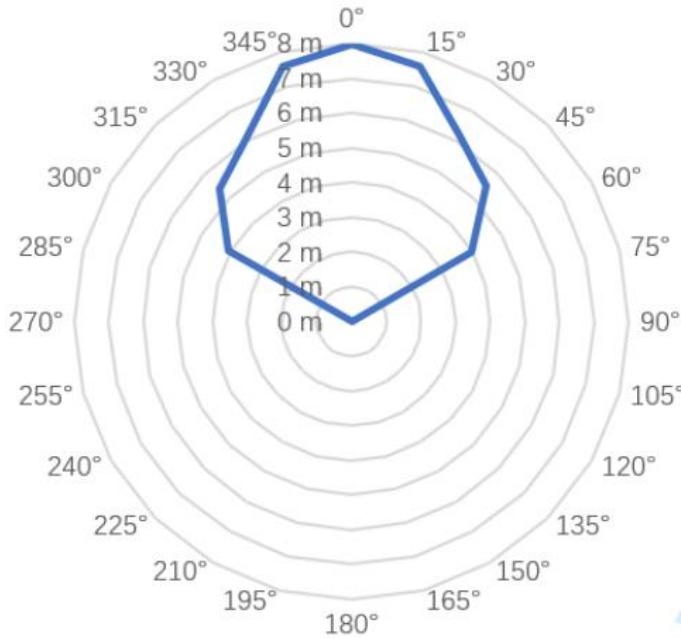

图 10 挂壁安装跟踪范围示意图
**注意：**推荐雷达安装方位为图 10 (a) 或 (b)，正负方向为方位角，上下方向为俯仰角，雷达天线平面法线方向为  $0^\circ$